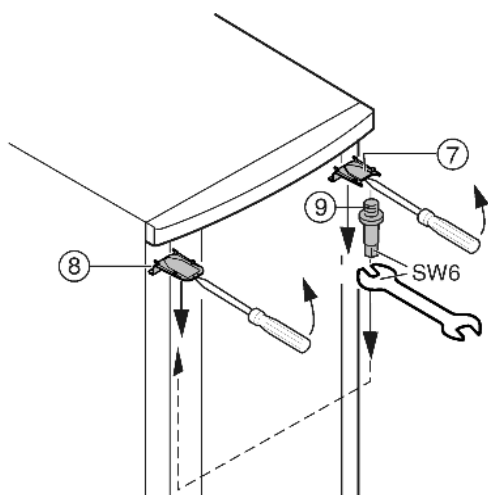

Fig. 6
- Za pomocą śrubokrętu podważyć z przodu osłonę Fig. 6 (7) u góry i osłonę Fig. 6 (8) i wyjąć je skośnie w dół.
- Wykręcić trzpień zawiasu Fig. 6 (9) i wkręcić mocno po przeciwnej stronie (**z siłą 4 Nm**).
- Ponownie zamontować osłonę Fig. 6 (7) po stronie sworznia łożyska: nasadzić z tyłu i zazębić z przodu.
- Zamontować osłonę Fig. 6 (8) po przeciwległej stronie: nasadzić z tyłu i zazębić z przodu.
- Drzwi zawiesić na górze na trzpieniach zawiasów Fig. 6 (9).